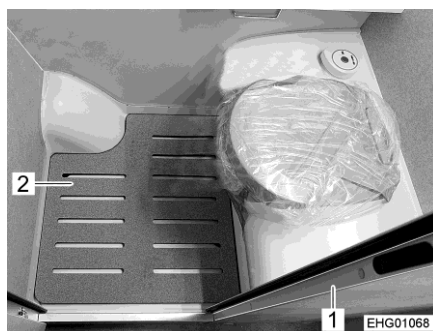

Fig. 107 Cuarto de aseo
- ▷ Cerrar la puerta de lamas (Fig. 107,1) durante el viaje. De lo contrario, una puerta de lamas abierta podrá causar ruidos.
- Antes de ducharse, retirar la cubierta (Fig. 107, 2) de la ducha.